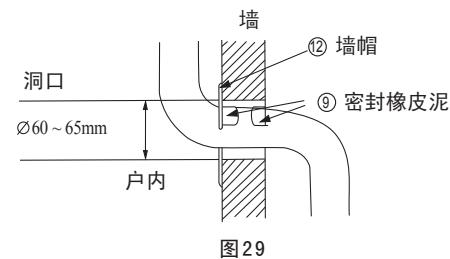
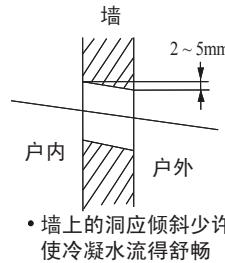
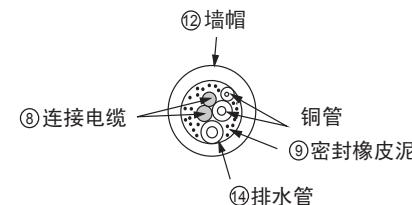

图29
图30
图31
- 2 用附件⑫墙帽及附件⑨密封橡皮泥来整理墙上的洞，如图29、图30、及图31。